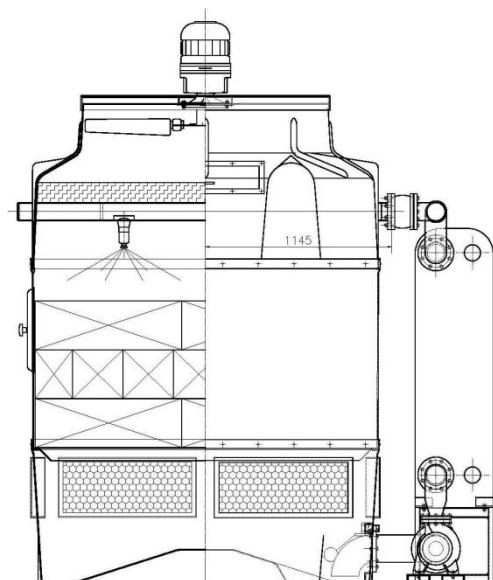

Fig. 31
h) If only a manifold pipe is used for several towers, it will be necessary to install supports or brackets, to avoid that the weight of this manifold is supported by the tower pipes. In this case, a breakage of these pipes could occur (Fig 31).
h) Se viene usato un singolo tubo per molte torri, sarà necessario installare supporti per evitare che il peso di queste unità sia supportato dai tubi delle torri. In caso contrario può avvenire la rottura dei suddetti tubi (fig. 31).
- h) Si se dispone un único colector de agua para varias torres, se deben de instalar soportes para que el peso de dicho colector no tenga que ser soportado por las tuberías de la torre, ya que de ser así, éstas podrían romperse (fig. 31).